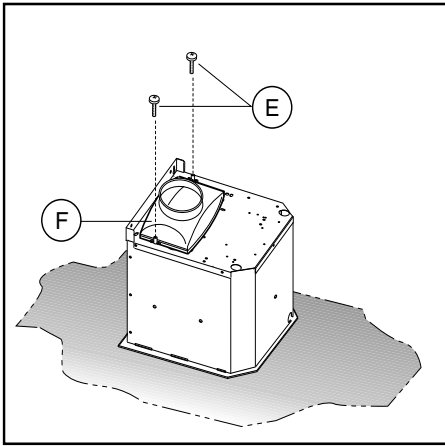

Fig.9
- Monter pakningen **F** på den øverste del af emhættens udsugende del ved hjælp af de 2 skruer **E** (Fig. 9).